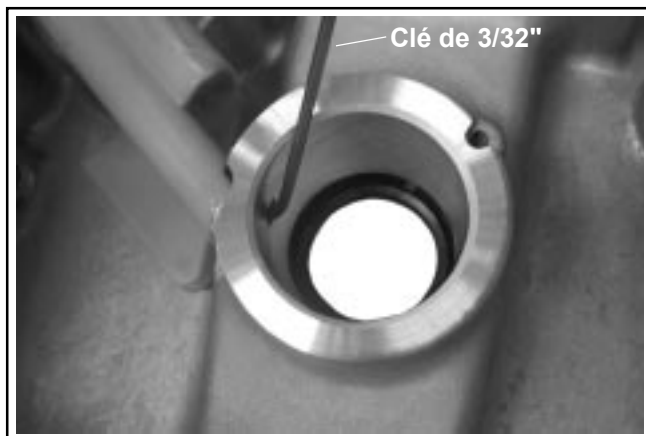
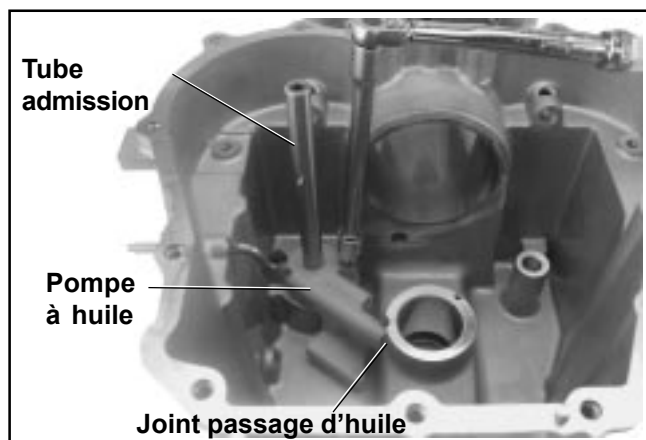

Figure 10-10. Contrôle de l'ouverture du passage du joint extérieur (style ouvert).
Figure 10-11. Serrage des vis de montage de la pompe à huile.
5. Installer l'arbre à cames côté admission dans le bossage du carter. Placer le joint de la sortie de la pompe à huile dans l'espace usiné qui lui est réservé. Si un joint extérieur de style ouvert est utilisé, vérifier que le petit trou d'alimentation est ouvert et aligné avec le trou d'alimentation en huile du roulement inférieur principal. Utiliser une clé de 3/32" ou une lumière et un miroir. Voir la Figure 10-10. Pousser les manchons en acier au fond du carter de la pompe jusqu'à ce qu'ils soient en contact avec la surface de montage. Monter deux vis de montage M5. Maintenir la sortie de pompe contre la zone du roulement principal et serrer les vis à un couple de **4,0 Nm (35 in. lb.)**. Voir la Figure 10-11.